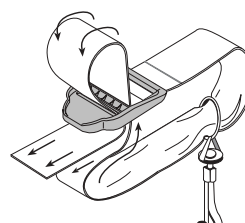

Fig. 4
2. Pase la correa sobre la barra transversal y hacia abajo a través de la ranura de la hebilla (Fig. 4).